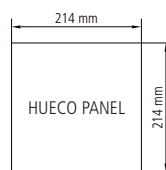

FIG.4a
- Realizar un hueco en el panel de las dimensiones descritas. (Fig.4a ó Fig.4b)